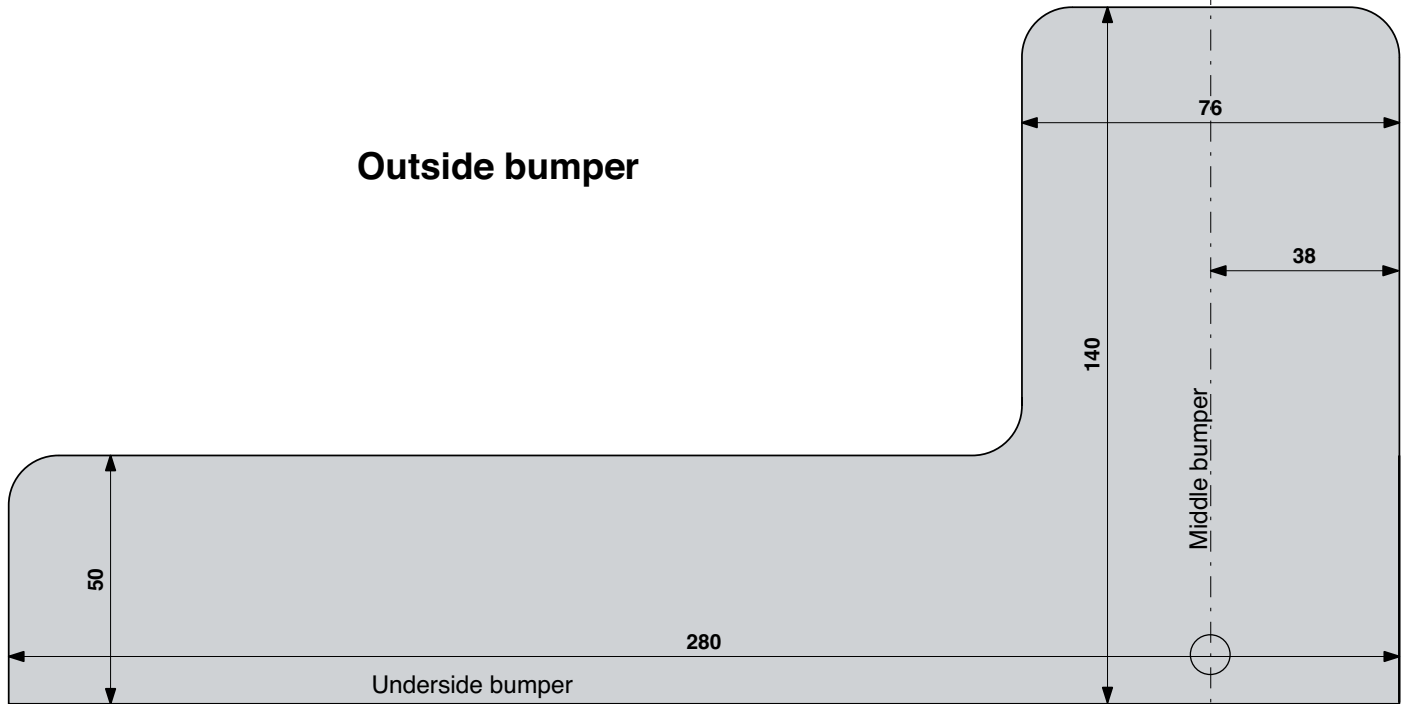

Fig.2
8. Выпилить обозначенные части, как указано на рис. 2.